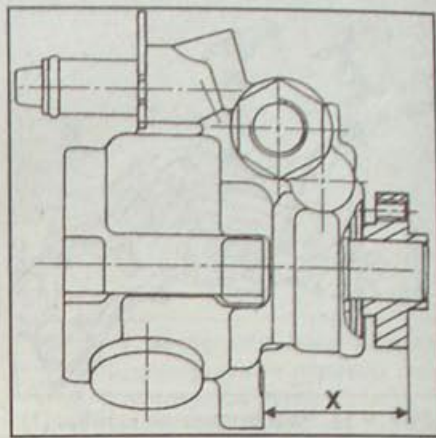

Рис. 9.21. Место измерения размера ($X=40,6$ мм) при запрессовке втулки шкива насоса усилителя рулевого управления на автомобилях с двигателями F
- при установке нового насоса приспособлением Dir.1083 или Nauder запрессуйте втулку насоса до получения размера $X = 40,6$ мм (рис. 9.21).